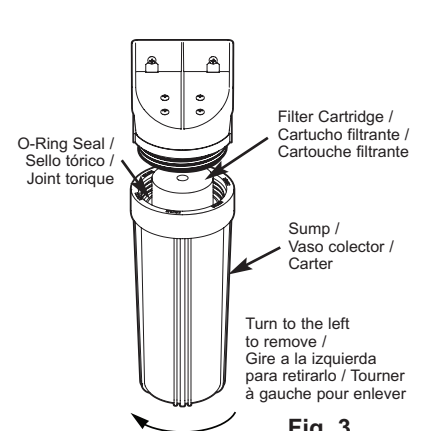

Fig. 3
2. Turn the sump to the left to remove from the head (See Figure 3). Be careful, as the sump is full of water. Do not lose the large o-ring seal.
2. Gire el vaso colector a la izquierda para retirarlo del cabezal (Vea la Fig. 3). Tenga cuidado. El vaso colector está lleno de agua. No pierda el aro tórico grande.
2. Tournez le carter vers la gauche pour le séparer de la tête (voir figure 3). Prenez garde, car le carter est rempli d'eau. Ne dégagez pas le grand joint torique.